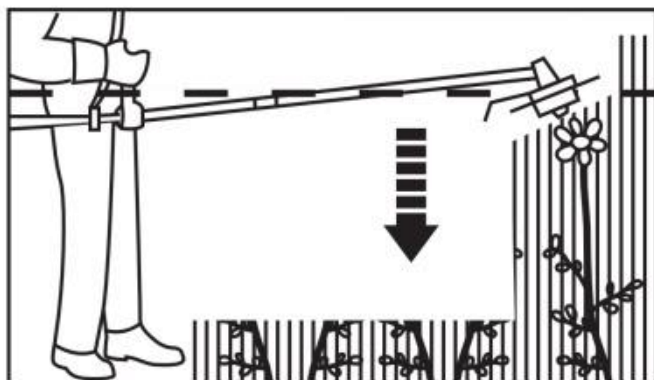

Fig. 43
4. Håll aldrig skärhuvudet högre än höften (bild 43); ju högre du håller skärhuvudet ökar risken för att föremål kastas.